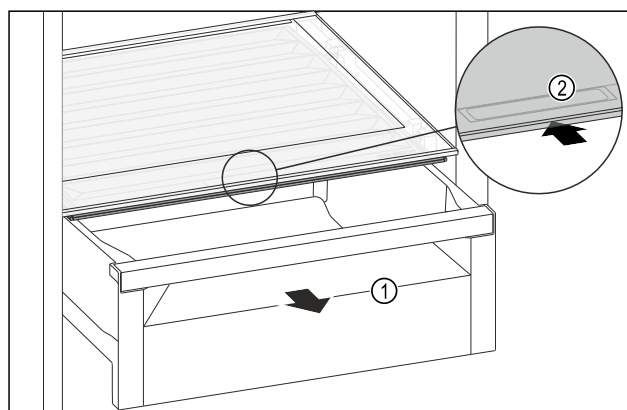

Fig. 85
- ▶ Wyciągnąć szufladę Fig. 85 (1).
- ▶ Chwycić uchwyt wpuszczany Fig. 85 (2) na pokrywie komory i przesunąć pokrywę jednocześnie do tyłu.